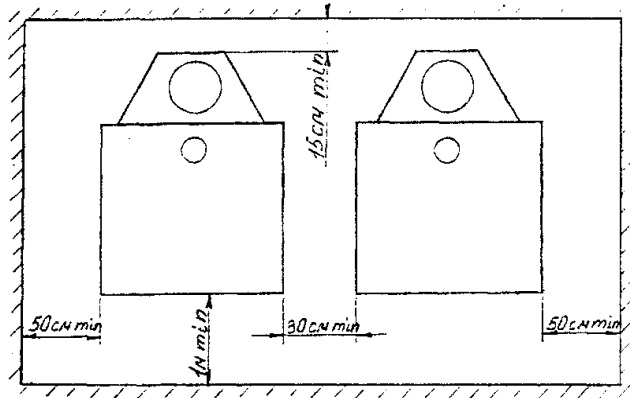

Рис.5
5.4. Котел /котлы/ устанавливаются в помещении с обязательным обеспечением необходимых для обслуживания и ремонта расстояний в соответствии с рис. 5 /вид сверху/.